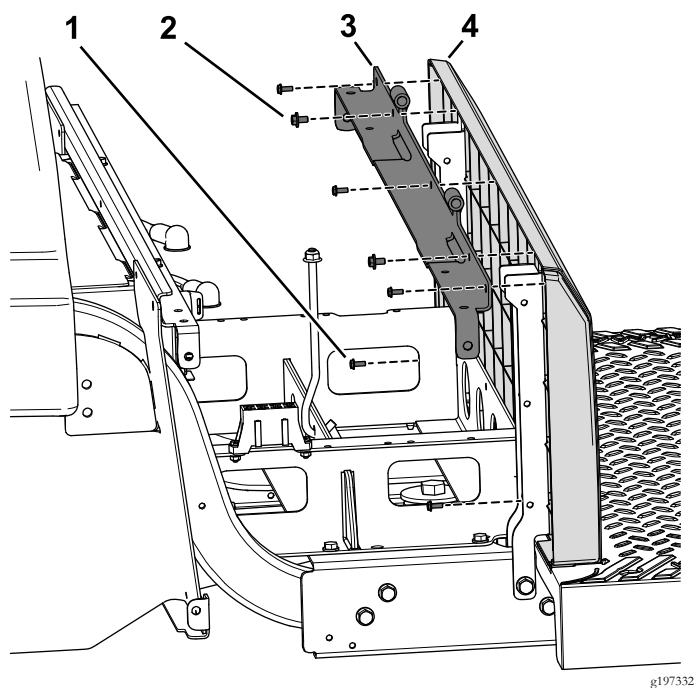

図 86
トワッシャアセンブリ 1/4 x 1/2 インチ2個を使う 図 86。
6. 後パネルを、アングルのサポートブラケットに固定するねじ#10 x 1/2 インチ5本を使う 図 86。